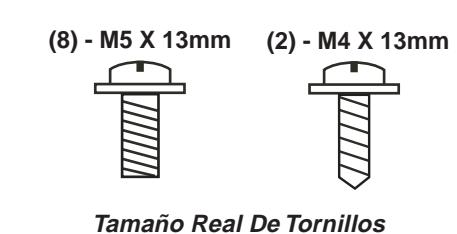
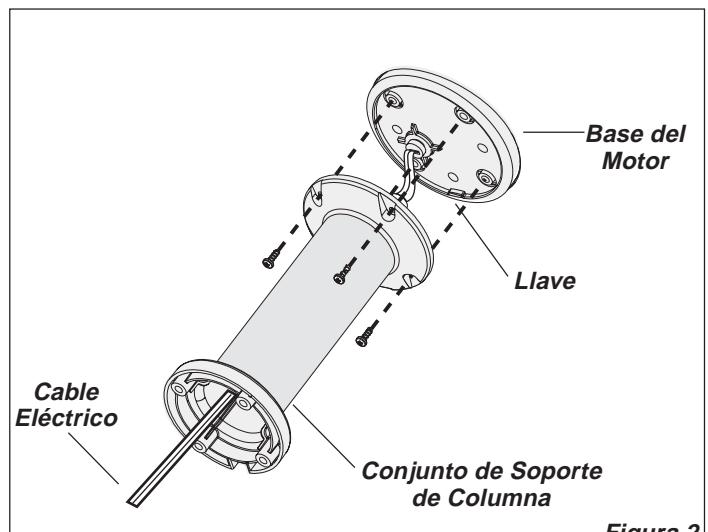

Figura 1
Figura 2
El Calefactor puede ser operado con los controles manuales ubicados en el Calefactor (como se muestra en la Figura 1) o mediante su control remoto (como se muestra en la Figura 2).
2. Una el **Conjunto de Soporte de Columna** a la **Base del Motor** con (4) tornillos M5 X 13mm. Cerciórese de que la **Llave** que está en la **Base del Motor** quede alineada con la **Muesca de Ubicación** en el **Conjunto de Soporte de Columna**. (Figura 2)